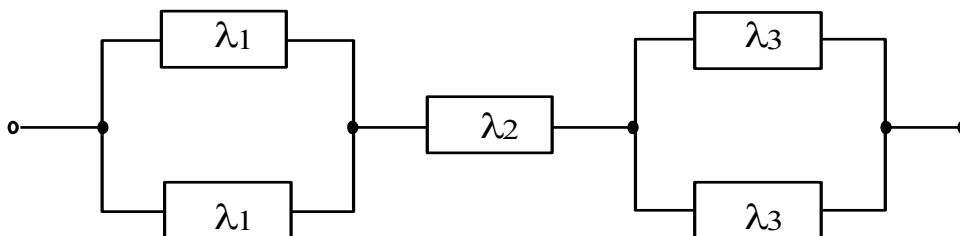

Рис. 3.4. Схема расчета надежности к задаче 4.6
3.6. Схема устройства приведена на рис. 3.4. Интенсивности отказов элементов составляют: $\lambda_1 = 0,23 \cdot 10^{-3}$ ч⁻¹, $\lambda_2 = 0,5 \cdot 10^{-5}$ ч⁻¹; $\lambda_3 = 0,4 \cdot 10^{-3}$ ч⁻¹. Определить среднюю наработку до первого отказа и построить зависимость интенсивности отказов устройства от времени.